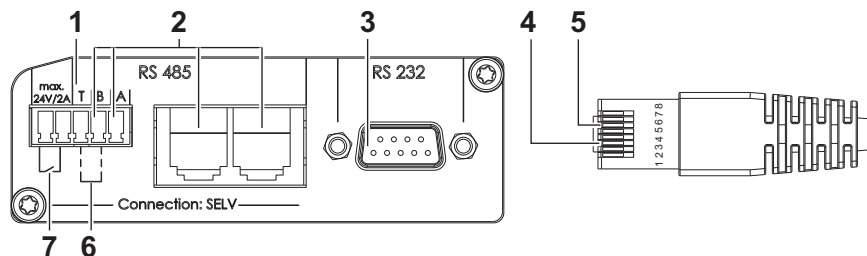

Abb. 7 Anordnung der Netzwerkanschlüsse
- ➔ An serieller Schnittstelle EIA485 durch ein Kabel mit RJ45-Steckern oder Kabel am Klemmenstecker die Verbindung zwischen den Wechselrichtern herstellen (siehe Abb. 7).